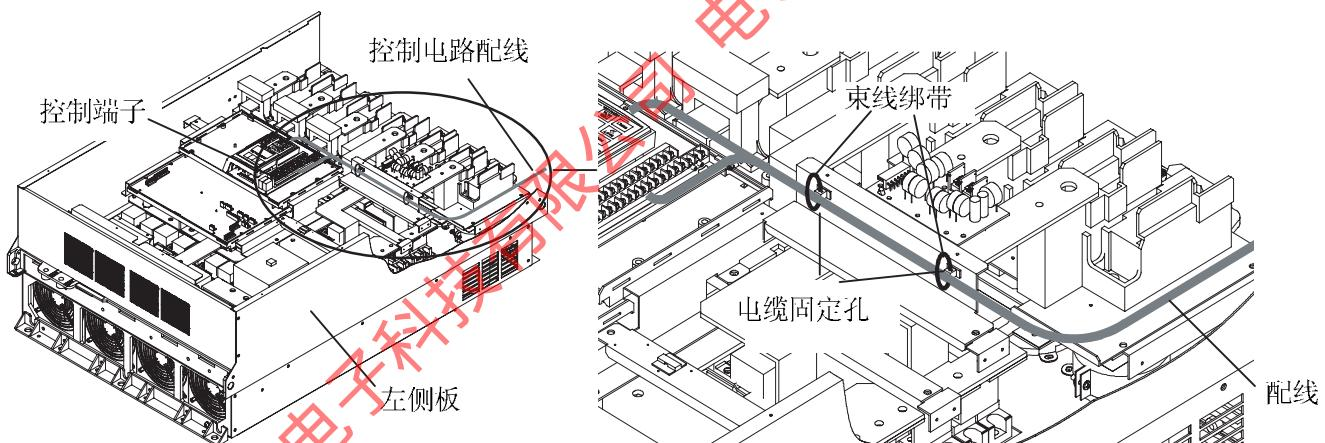

图 2-3-16
- ① 如图 2-3-16 所示, 沿着变频器左侧板引出。
- ② 配线用束线绑带(绝缘扣等)在引出途中使其固定于已有的电缆固定孔上。事线绑带穿过固定孔(3.8×1.5), 所以其尺寸应小于宽 3.8mm 厚 1.5mm。
- ① 和图 2-3-16 一样沿着变频器的左侧板引出。
- ② 使用主回路端子台: L1/R 上方的绝缘夹对配线进行固定。